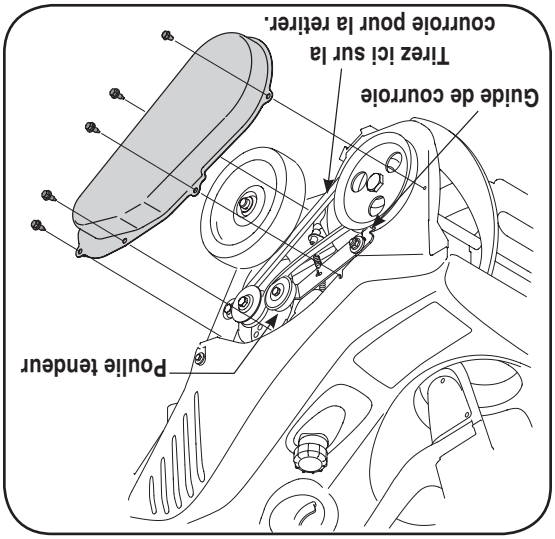
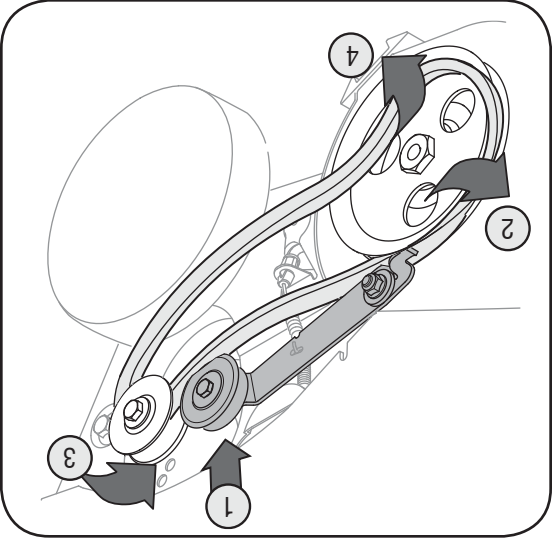

Figure 6-3
Figure 6-4
- Enlevez les cinq vis hex. pour démonter le couvre-courroie. Voir la Figure 6-3. Enlevez la courrie en la dégageant simplement de la base de la poulie de tarrière. Il sera alors possible d'abaisser la poulie de tension pour dégager la poulie du guide-courroie. Pour replacer la courroie, suivez ces instructions et consultez la Figure 6-4.